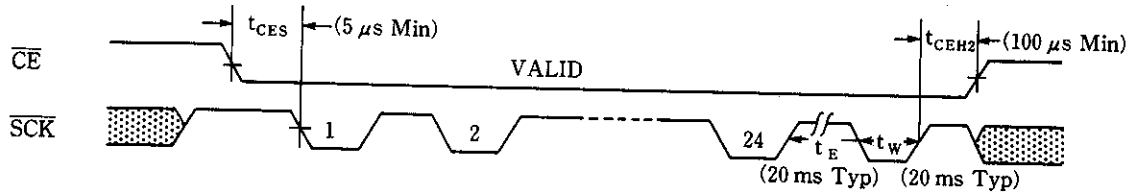

図1. プログラム時間温度特性
- *1. Ta = 25°C での値です。(図 1 参照)